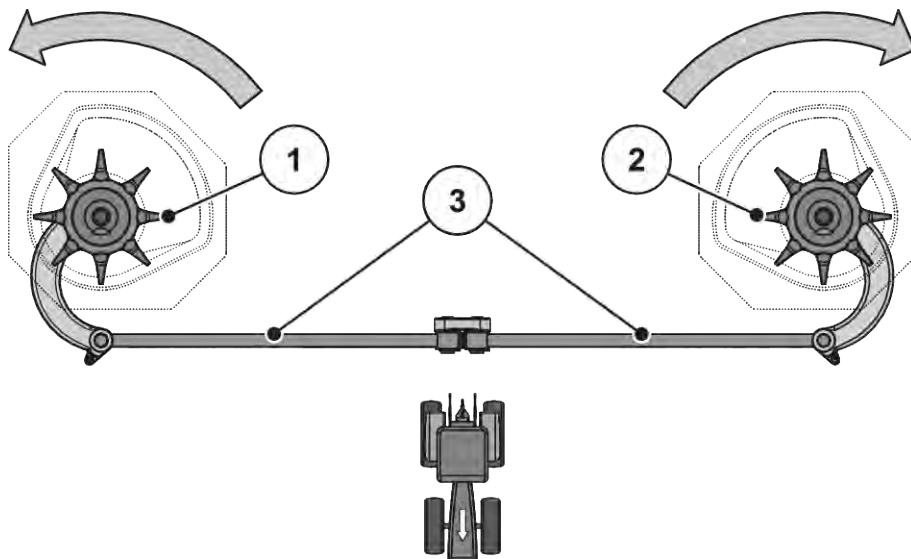

Рис. 54: Проверка привода мешалки
- Поверните рукой головку мешалки **в направлении вращения разбрасывающего диска**. См. Рис. 54 Проверка привода мешалки.
- Поверните головку мешалки с усилием рукой или с помощью ленточного ключа для масляного фильтра **против направления вращения разбрасывающего диска**. см. Рис. 54 Проверка привода мешалки